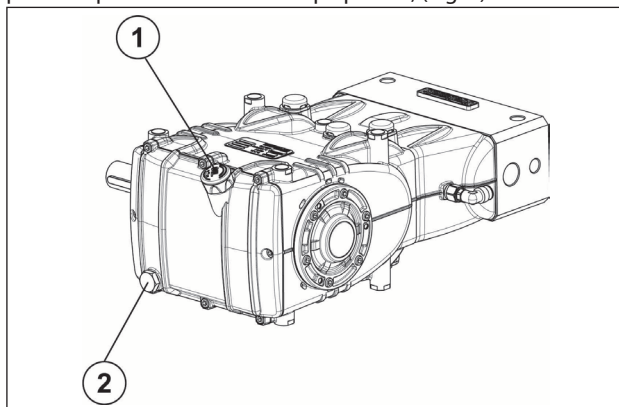

Fig. 1
Para retirar o óleo, deve remover: a vareta do nível do óleo pos. ① e posteriormente a tampa pos. ②, (Fig. 1).